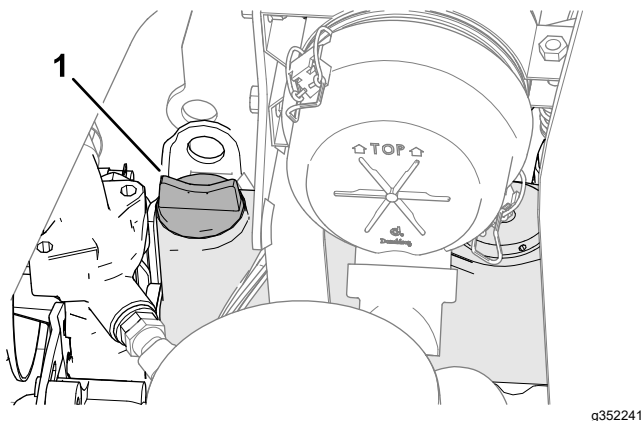

Figura 64
5. Se o nível do óleo for baixo, retire a tampa de enchimento (Figura 64) e adicione gradualmente pequenas quantidades de óleo, verificando constantemente o nível, até que este alcance a marca Cheio na vareta.